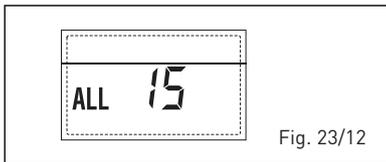

Fig. 23/12
- **ANOMALIE SONDE EXTERNE "CLIGNOTANTE" (fig. 23/13)**